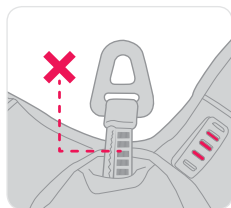

Рисунок 4
- Проверьте, что линия спуска не размотана из устройства; такое состояние указывает на то, что устройство уже использовалось для спуска (рис. 4). Если линия спуска размотана, следует прекратить эксплуатацию снаряжения Latchways PRD и обратиться для получения рекомендаций в компанию Latchways или к ее уполномоченному агенту.